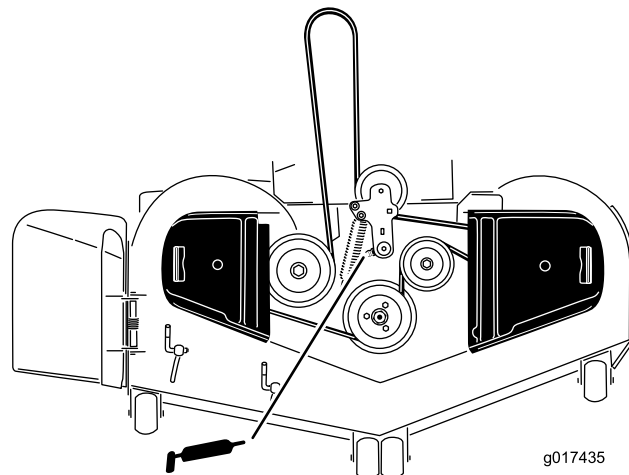

図 35
3. 刈り込みデッキのアイドラアームのピボットにグリスを注入するグリスが下から漏れてくるまで入れること 図 35。